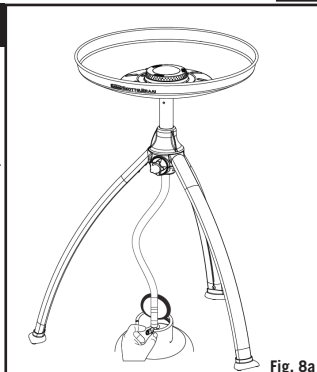

Fig. 8a
- Juster flammens intensitet til det ønskete nivå ved å dreie styreknappen (K) med uret for å øke flammen og mot uret for å redusere den (se fig. 8a & b).
- Etter bruk stenges først ventilen på gassbeholderen (såfremt en sådan forefinnes). Når flammen er slukket, stenges ventil (K) på enheten ved å dreie styreknappen (K) hele veien med uret.
- Tenning med tennstikker eller grilltennere (se fig. 8a og 8b)